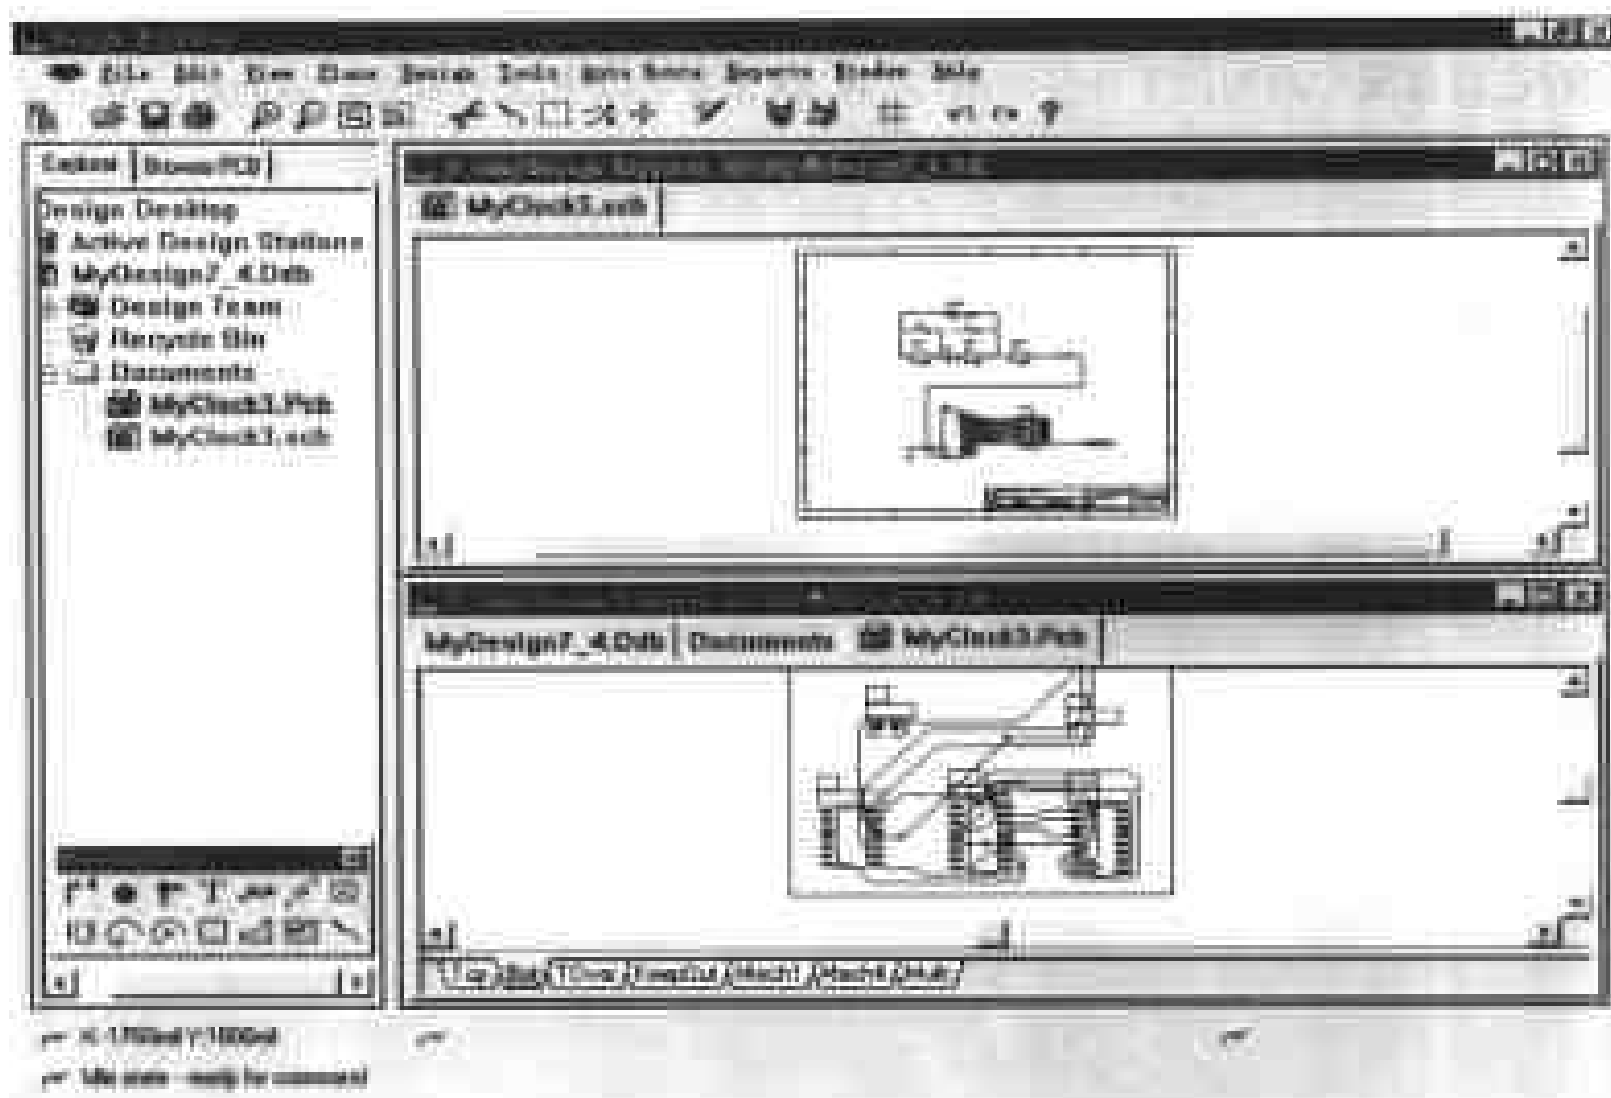

图 8-50 设计好的 PCB 图
(5) 对版图进行规划、布局和布线操作。激活 PCB 设计窗口, 单击右上角的最大化按钮, 将 PCB 设计窗口进行放大。然后对版图进行规划、布局和布线, 具体操作见第 5 章所讲述的方法。图 8-50 为设计好的 PCB 图。